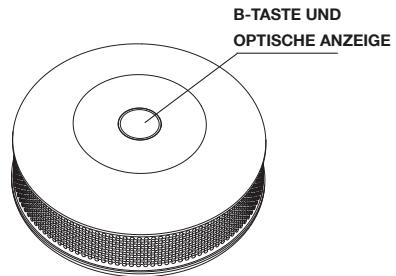

Abb. 1. Smoke-Control Draufsicht
4. Drücken Sie schnell dreimal die B-Taste (Abb. 1).
3. Drücken Sie schnell dreimal die B-Taste (Abb. 1).